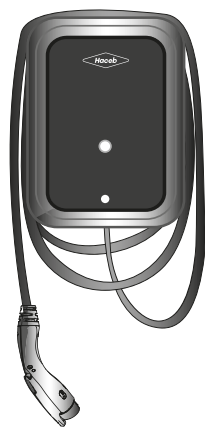

Figura 7.
3. Enrolle el cable del conector alrededor de la estación de carga y asegúrese de que el conector no se arrastre. (Ver Figura 7).